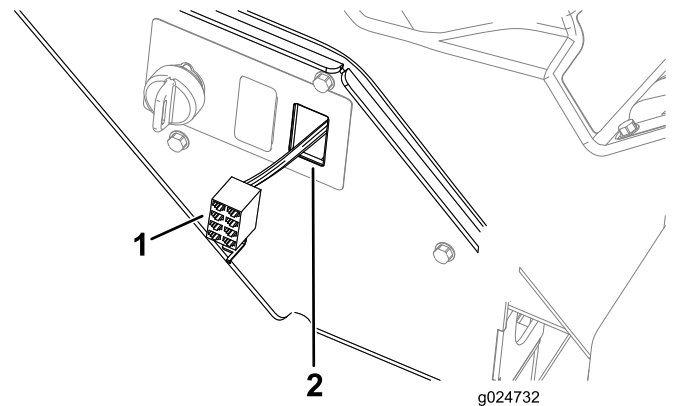

Figura 43
- Encaminhe o conector de 8 tomadas da cablagem através do furo na montagem da consola lateral (Figura 43).